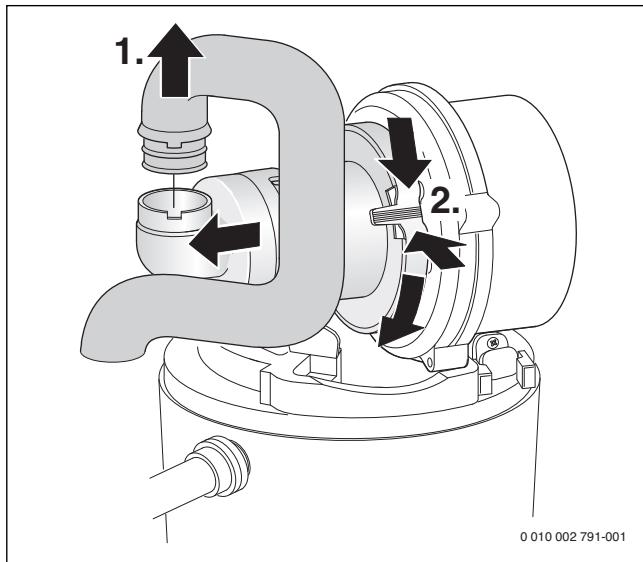

Рис. 50 Демонтаж всасывающей трубы и смесительного устройства
- Демонтируйте смесительное устройство (→ рис. 50).